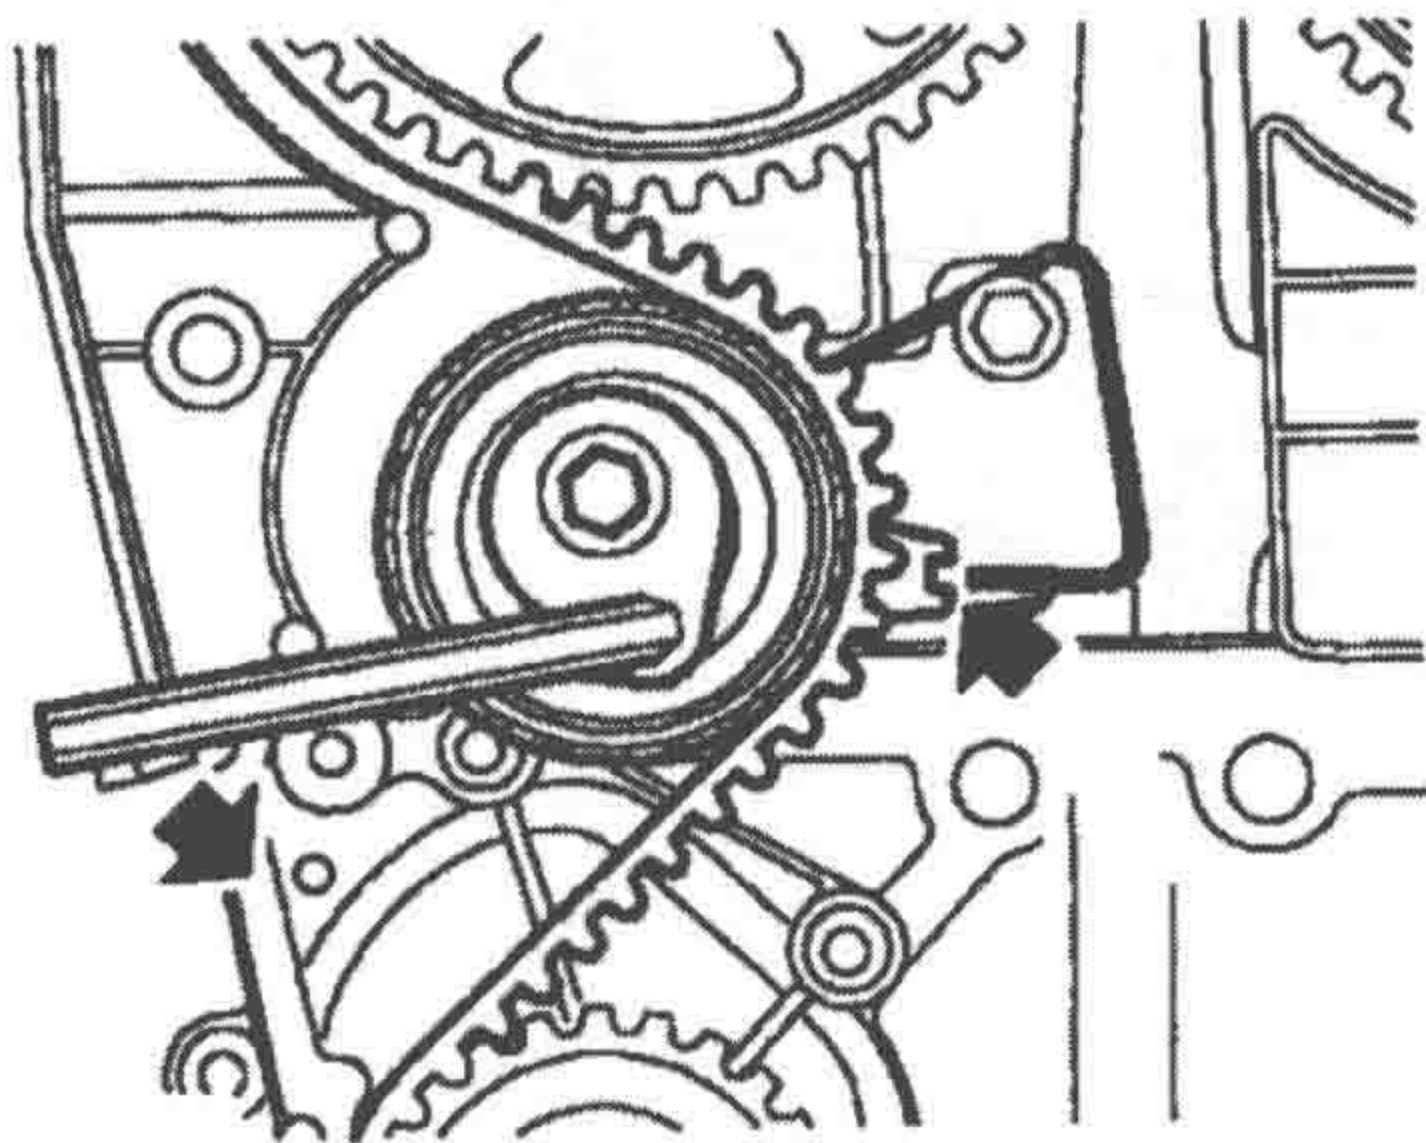

图 1-1-10 指针和指针线对准
⑦ 检查并保证正时皮带装在所有齿轮和张紧轮的中央。
⑧ 清洁正时皮带前下盖。
⑨ 把密封件装到正时带前下盖盖上。
⑩ 安装正时带前下盖并将固定螺钉拧紧到 $9\text{N} \cdot \text{m}$ 。
⑪ 清洁动力转向泵皮带张紧器和接合面。
⑫ 安装动力转向泵皮带张紧器并将螺栓拧紧至 $25\text{N} \cdot \text{m}$ 。
⑬ 安装曲轴辅助皮带轮。
⑭ 拿开凸轮轴带轮锁止工具 T10029。
⑮ 用一个 6mm 的内六角扳手沿逆时针方向转动张紧轮杆，使指针和图 1-1-10 所示的指针线对准。